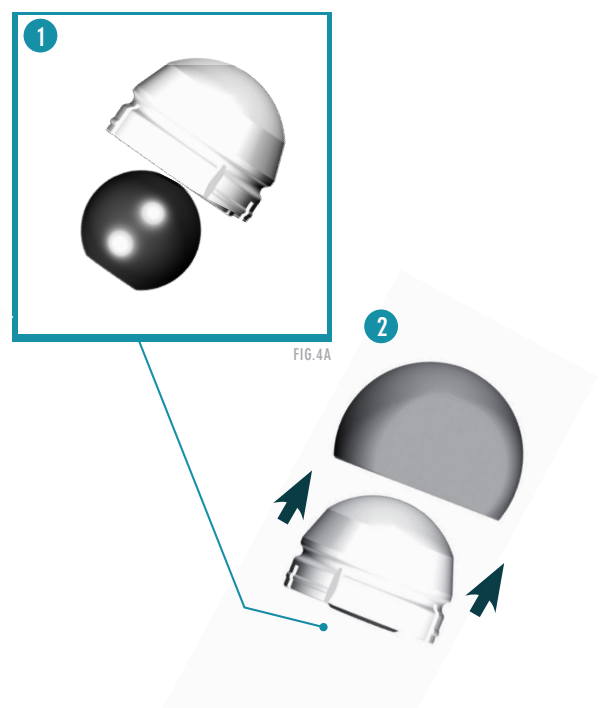

FIG.4B
2. Inserire l'assemblato inserto-testina nella cupola definitiva e procedere all'impianto. (FIG. 4B)
2. Insert the insert-head assembly into the final cup and proceed to the implant. (FIG. 4B)
2. Insertar el conjunto cabeza-inserto en la cúpula definitiva. (FIG. 4B)